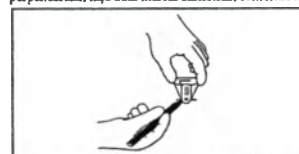

FIGURA 9
f) Para determinar a localização exata do MAGNA-SITE™, gire o MAGNA-FINDER™ 90° e, uma vez mais, desloque lentamente o MAGNA-FINDER™ para trás e para a frente. Quando o localizador magnético estiver novamente perpendicular, faça duas marcas adicionais, conforme mostrado na Figura 9.